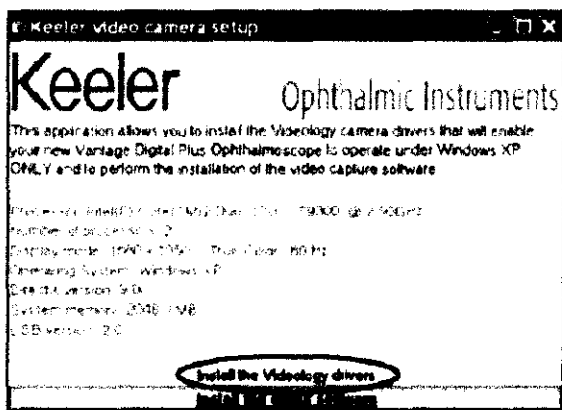

Figura 5
3. Aparecerá una nueva ventana denominada "Keeler video camera setup"; puede ver esta ventana en la **Figura 5**. Haga clic en la opción "Install the Videology drivers" que aparece señalada con un círculo.